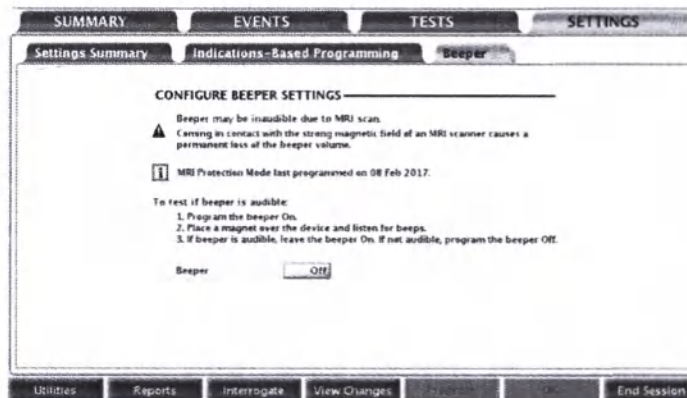

Рисунок 2–12. Экран конфигурации настроек зуммера
- b. После выхода из MRI Protection Mode (Режим защиты при МРТ) Beeper (Зуммер) останется выключенным. При необходимости можно попробовать повторно включить Beeper (Зуммер) вручную (Рисунок 2–12 Экран конфигурации настроек зуммера).